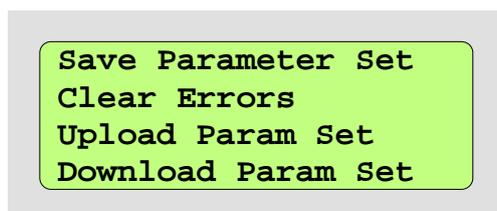

Abbildung 3: LCD im Funktionsauswahl-Modus
- im Funktionsauswahl-Menü, vgl. hierzu den Abschnitt ↑ 4.4 Funktionsauswahl-Menü, Displayaufbau entsprechend Abbildung 3.